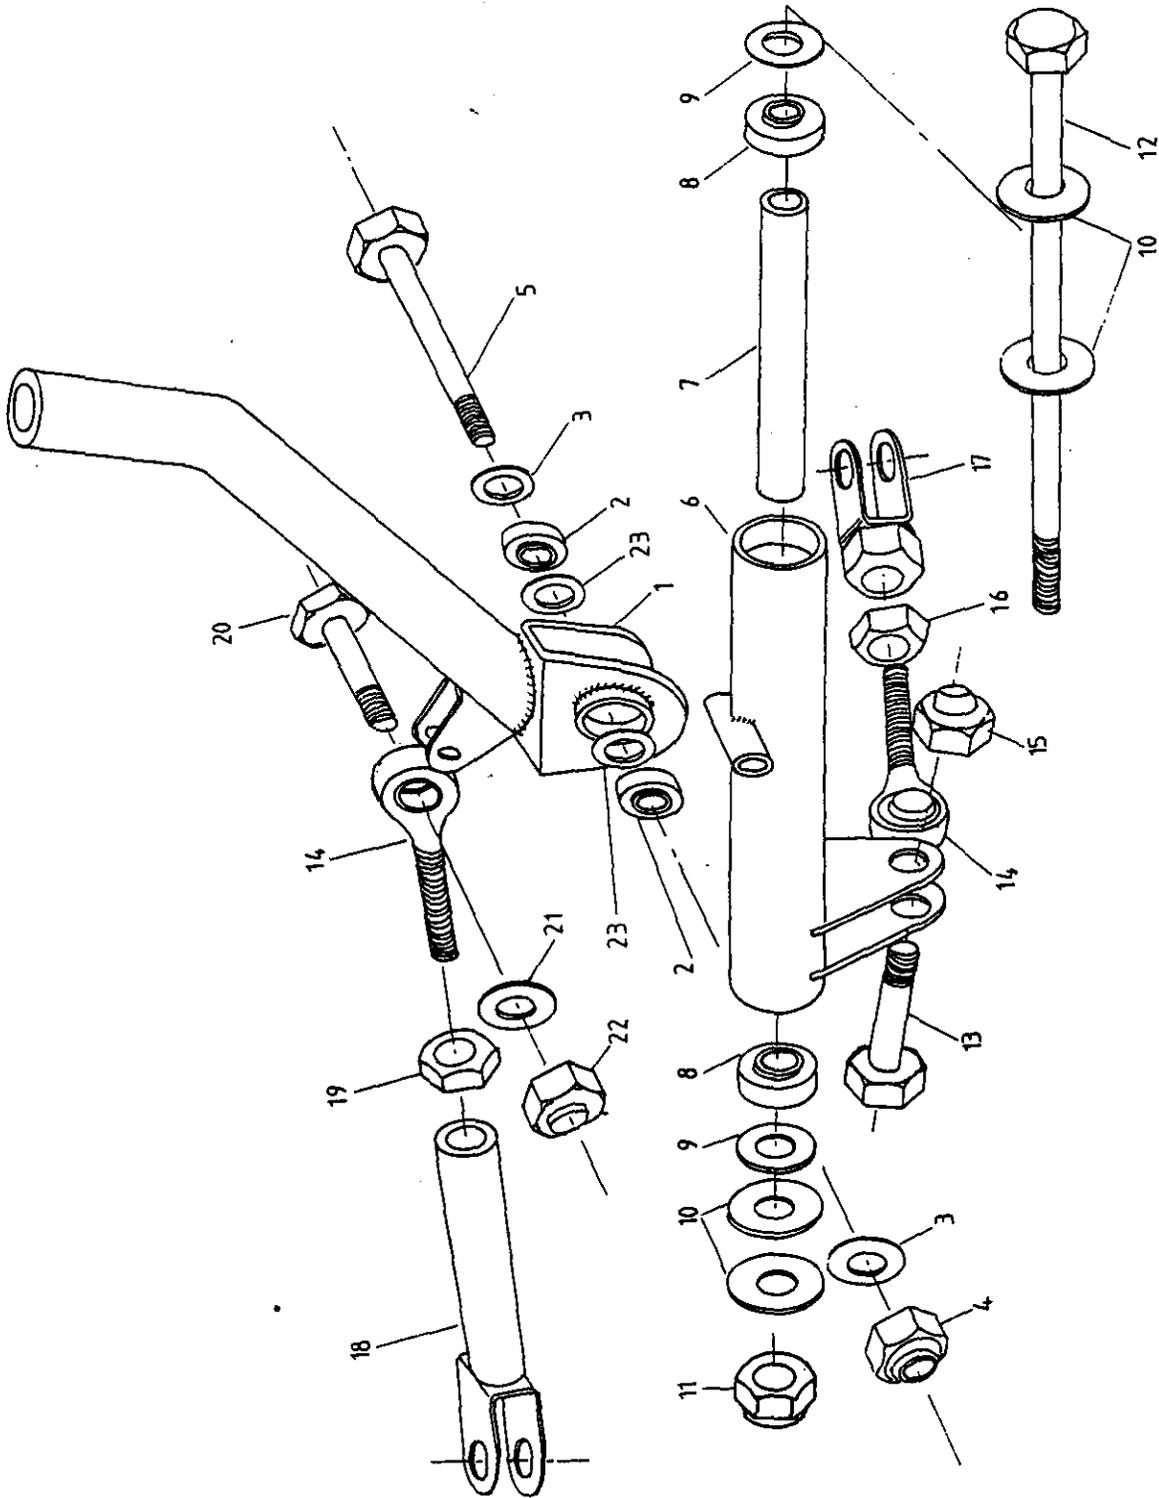

Figure 7
- Figure 7 : Commandes au niveau du manche